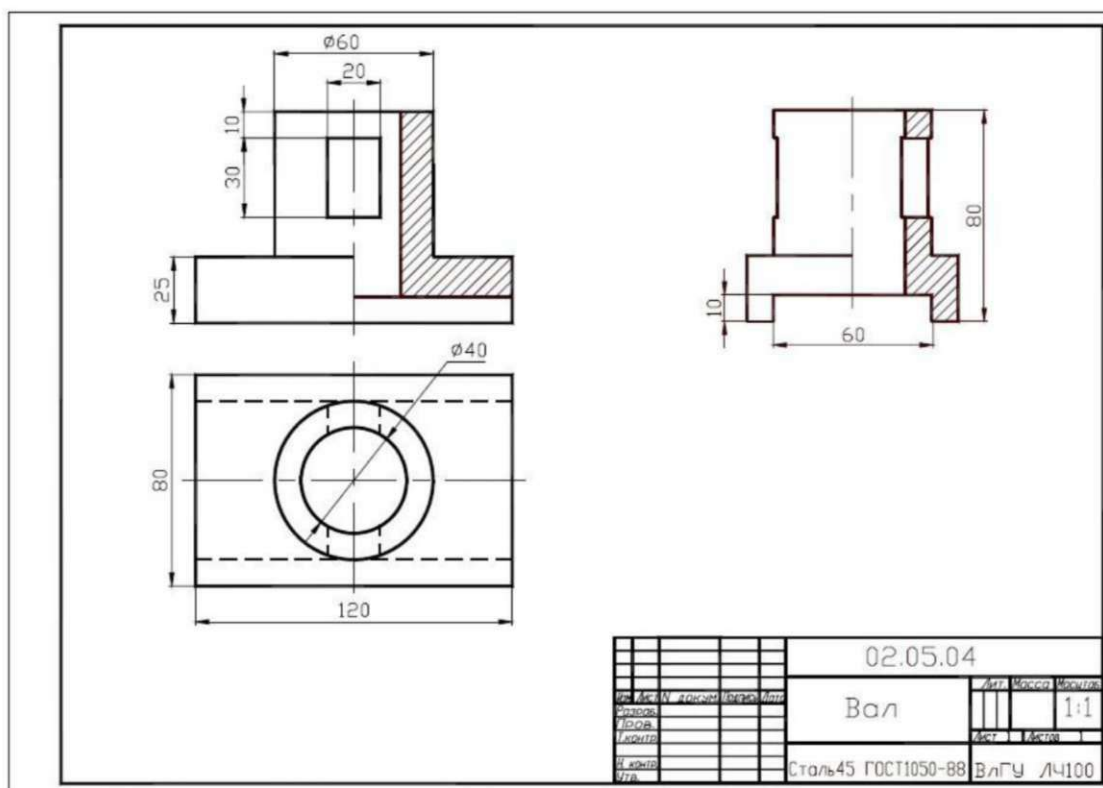

Рисунок 4 – Задание к ЛР 4
2. Построить чертеж детали согласно заданию (рис.4), используя созданные слои.